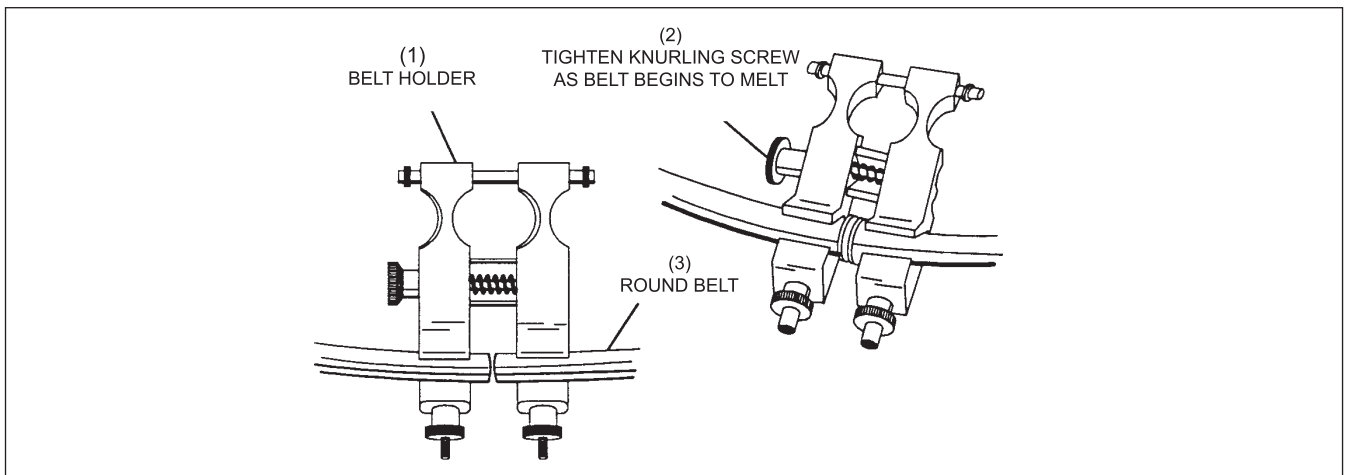

Abbildung 8-5. Schweißen der Rundriemen
4. Legen Sie beide Enden des Riemens so in den Riemenschneider ein, dass sie *leicht* auseinander gedrückt werden. Siehe *Abbildung 8-5*.
6. Sobald der Riemen in diesem Bereich geschmolzen ist, entfernen Sie den LötKolben und ziehen die Rändelschrauben des Halters etwas an, damit die Riemenenden zusammenkommen. Siehe *Abbildung 8-5*.